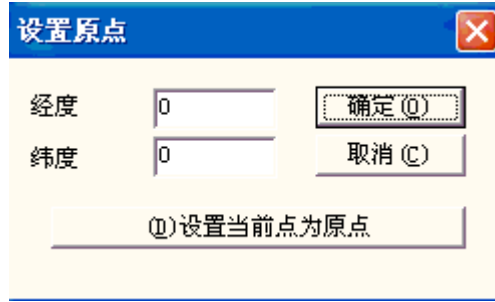

图 8-35
**原点：**当用户点击原点按钮，弹出设置原点对话框，如图 8-35 所示。